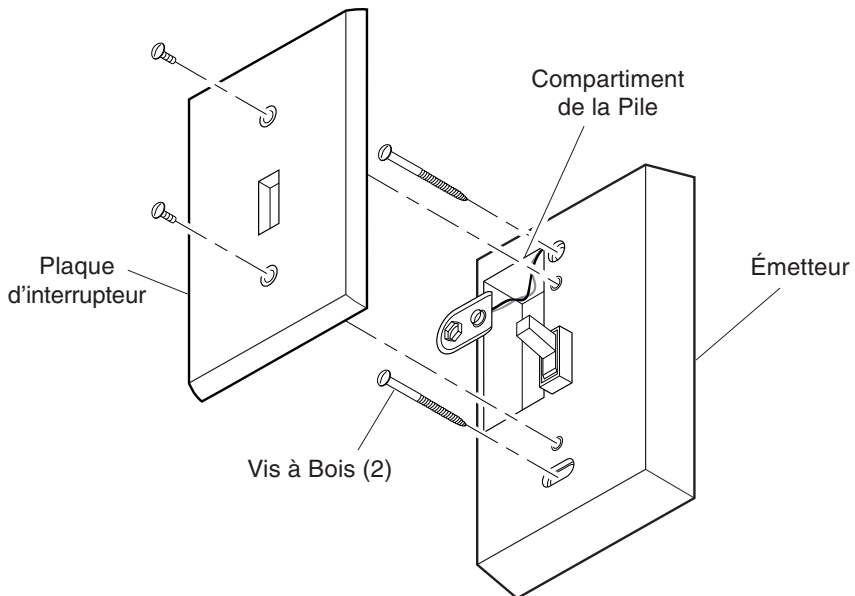

Figure 4 - Installation de l'émetteur
12. **Installez la pile de 9 V.** Enlevez le couvercle de l'interrupteur sur l'émetteur (conservez les deux vis). Rabattez les pinces de batterie sur les bornes de la pile et insérez la pile dans son compartiment (voir Figure 4).